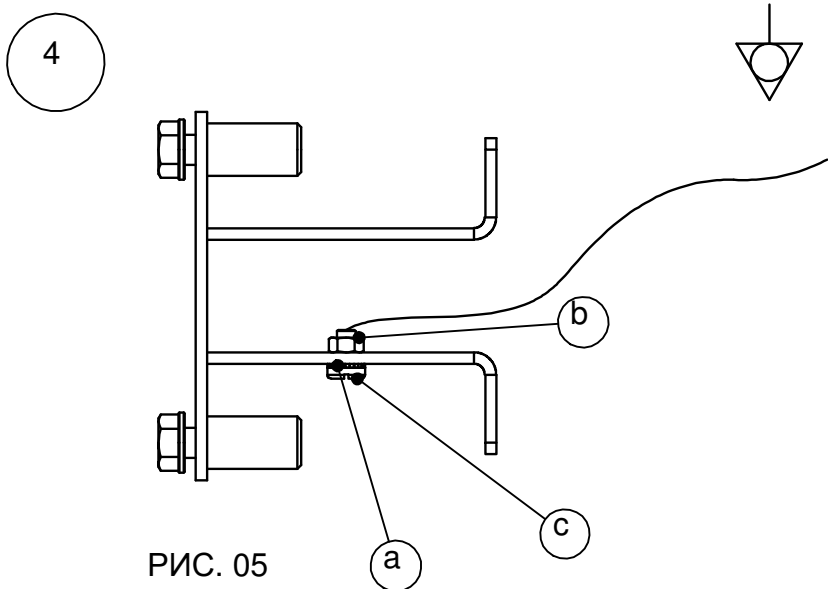

РИС. 05
- 4.- Connect the cable with the anchor using a screw (c), washer (a) and nut (b) (Fig. 05).
- 4.- Conectar el cable con el anclaje mediante tornillo (c), arandela (a) y tuerca (b) (Fig.05).
- 4.- Raccorder le câble à la fixation à l'aide du tournevis (c), de la rondelle (a) et de l'écrou (b) (Fig.05).
- 4.- Das Kabel mit der Verankerung durch Schraube (c), Unterlegscheibe (a) und Mutter (b) (Fig.05) verbinden.
- 4.- Collegare il cavo con l'ancoraggio mediante vite (c), rondella (a) e dado (b) (Fig.05).
- 4.- Соедините кабель с анкером с помощью винта (с), шайбы (а) и гайки (в) (рис. 05).